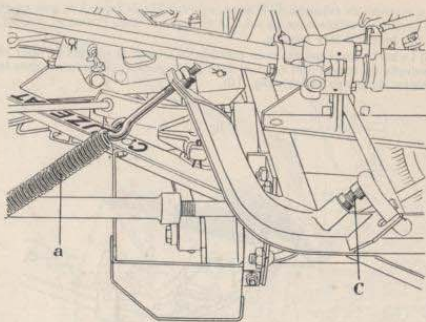

fig. 12
c) Régler la tension du ressort de relevage à l'aide de la vis de réglage, de façon que le sabot intérieur glisse sur le sol sans s'y appuyer (fig. 12).
Si, en position de relevage partiel, la roue gauche a tendance à quitter le sol, tendre le ressort stabilisateur (a) à l'aide du pignon fileté situé à l'extrémité de ce ressort (voir fig. 12).